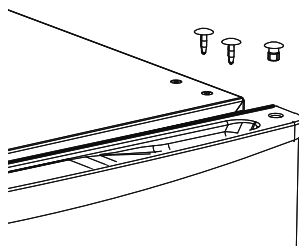

Fig. 7
- ▶ Remettez le cache-charnière et le bouchon borgne en place (voir **Fig. 7**).